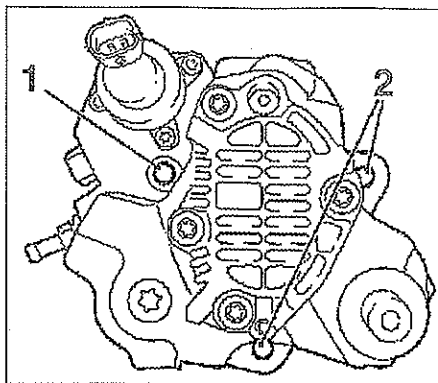

FIG. 25
- Desmontar el tornillo (1) de fijación de la bomba (fig. 25).